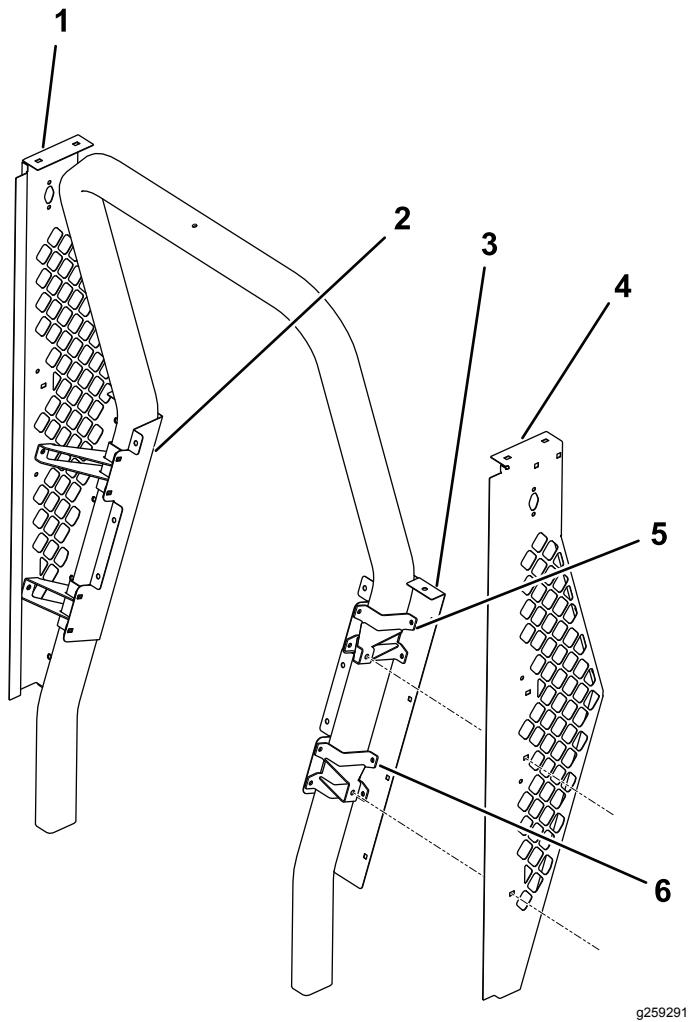

Рисунок 1
1. Используйте винты с полукруглыми головками (5/16 x ¾ дюйма) и фланцевые гайки (5/16 дюйма), чтобы установить левую и правую боковые панели (Рисунок 1).
гайки (5/16 дюйма), чтобы установить 2 верхние опоры и 2 нижние опоры вдоль левой и правой задних панелей (Рисунок 1).